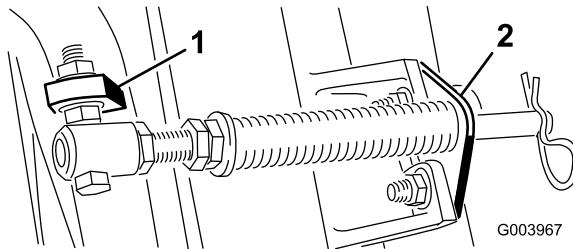

Figure 6
- C. Montez le boulon du tube de ressort sur la patte opposée du bâti porteur et fixez-le en position avec l'écrou à embase. La tête du boulon doit être à l'extérieur de la patte, comme illustré à la Figure 6.
- D. Montez le support de tige sur les pattes du plateau de coupe à l'aide des boulons de carrosserie et des écrous (Figure 6).